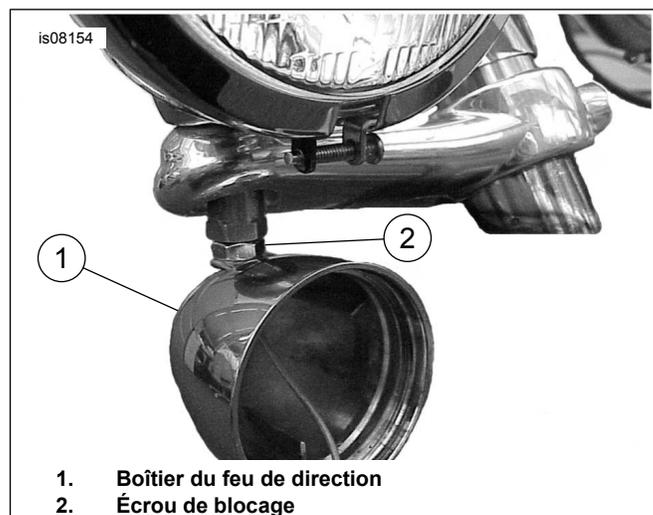

Figure 10. Installation du feu de direction
10. Voir Figure 10. Visser le feu de direction sur l'écrou de retenue jusqu'à ce qu'il soit bien ajusté, puis le dévisser d'un minimum pour permettre l'alignement vers l'avant des boîtiers de feux. Bien ajuster l'écrou de blocage contre le boîtier du feu de direction afin de le verrouiller à sa place.